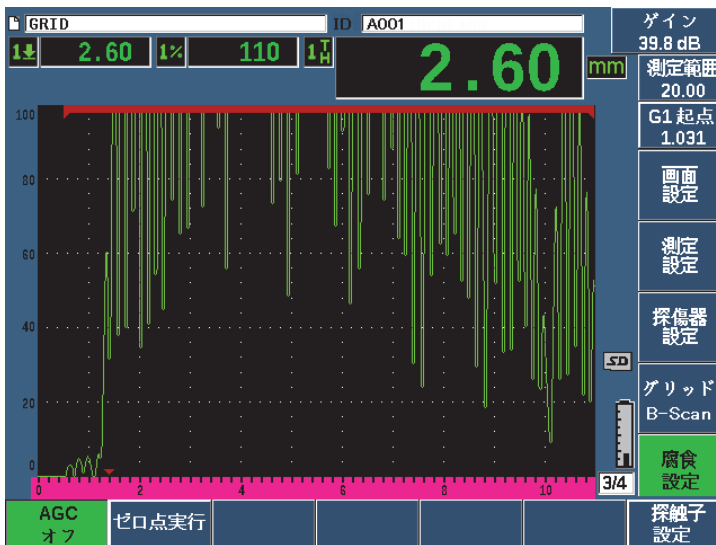

図 11-40 オフに設定された腐食検査用モジュール AGC
2. ノブまたは矢印キーで、AGC をオフに設定します (298 ページの図 11-40 参照)。
3. **ゲイン** を押し、パラメータキー (P1-P7) を押し、ゲインレンジを設定します。そしてノブまたは矢印キーでゲイン値を調整します (298 ページの図 11-40 参照)。